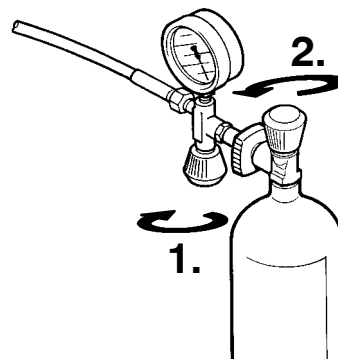

Рис. 24 Заправка баллонов сжатого воздуха
- Сначала откройте заправочный клапан (1, Рис. 24).
- Затем откройте кран баллона (2) – начнётся заправка баллона сжатым воздухом.